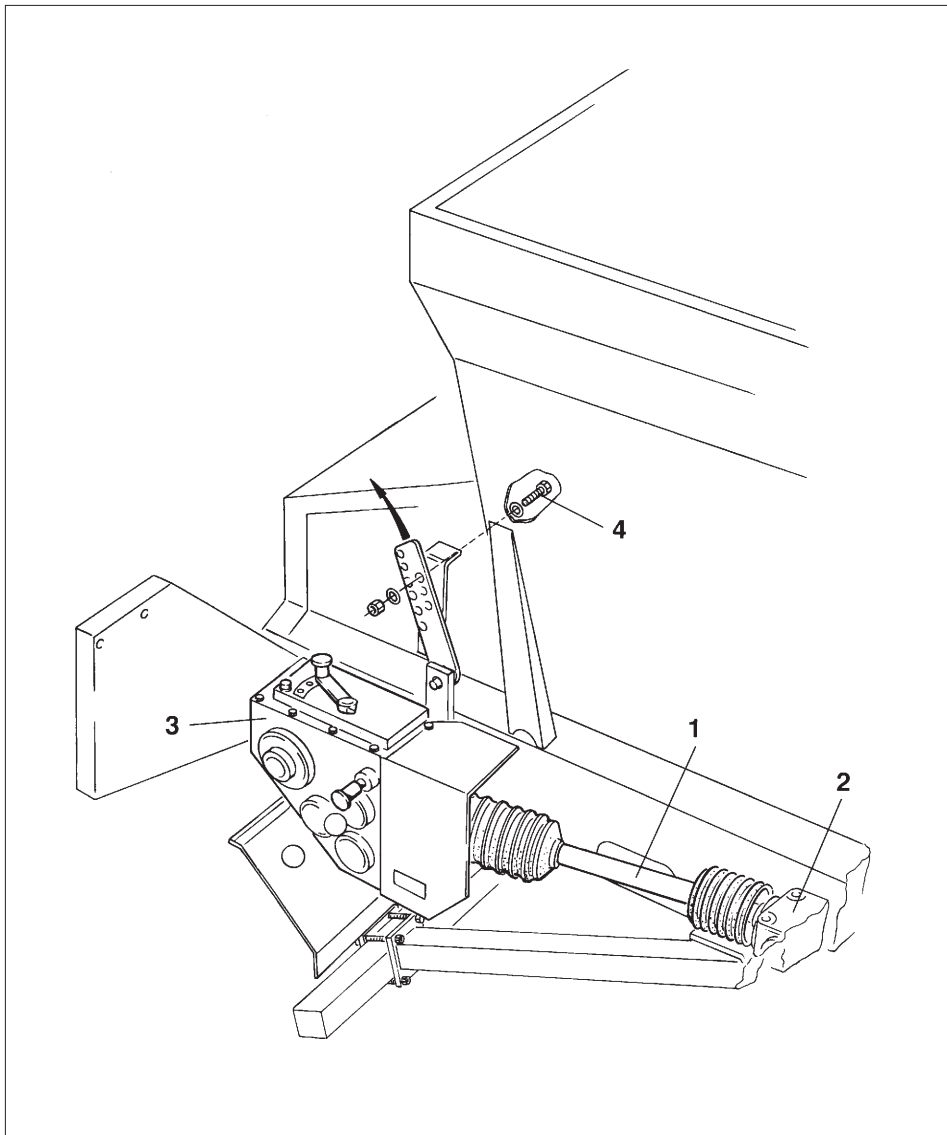

Fig. 12.1
1. Demontera kraftöverföringsaxeln (bild 12.1/1) på maskinens undersida från drivaxeln och anslut den till vinkelväxellådan (bild 12.1/2) för bärhjulen.
För att kraftöverföringsaxeln (bild 12.1/1) inte skall få för kraftig avvinkling skall transportbandets växellåda (bild 12.1/3) vridas i motsvarande grad. Sedan fästbultarna M16 (bild 12.1/4) lossats kan växellådans riktning ändras. Drag på nytt åt fästbultarna.
Vinkelväxel vid bärhjulsdrevning (bild 12.1/2)